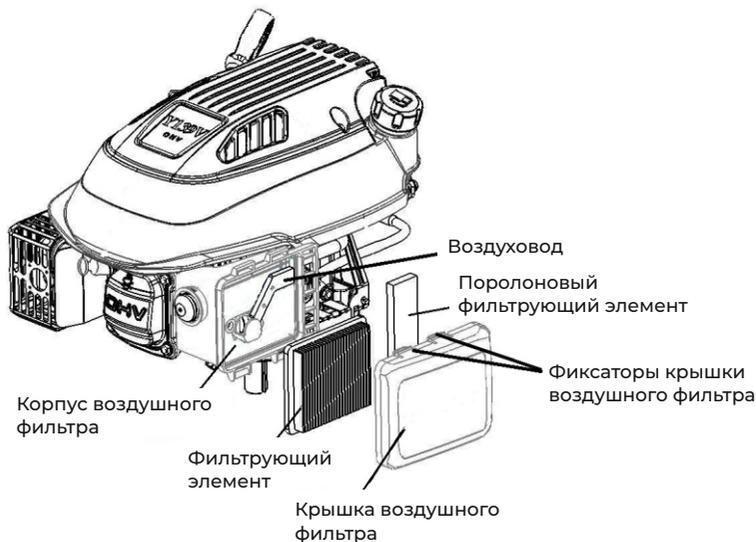

Рис. 20
10.2 Обслуживание воздушного фильтра (рис. 20)